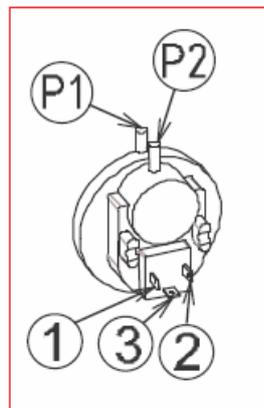

Рис. 27
4) Переключатель давления (см. рис. 27)